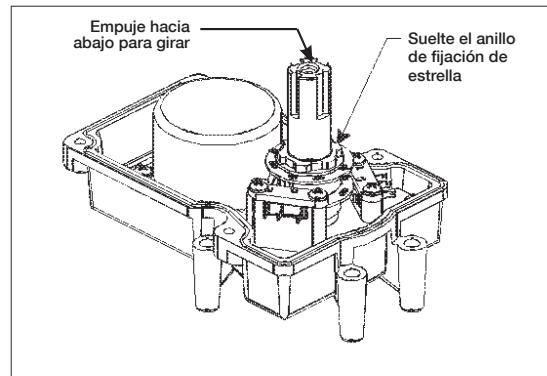
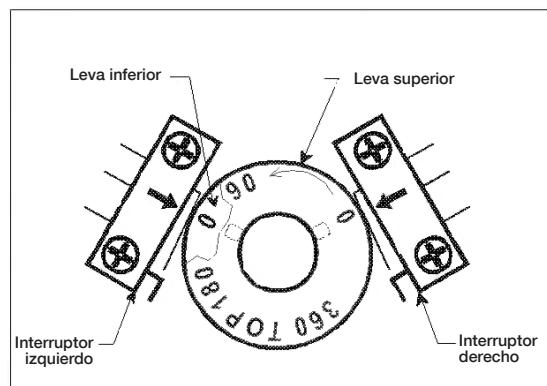

Figura 4. Ajuste de la leva
Figura 5. Levas
- Retire los cuatro tornillos y la tapa del accionador para ubicar el compartimiento de la leva y el motor. Consulte la Figura 4 para observar la leva.
- Empuje y gire el eje del accionador (consulte la Figura 4), de modo que la marca de grado 0 se alinee con la flecha en la carcasa del interruptor y la leva inferior se alinee con la flecha, como se muestra en la Figura 5.
- Consulte la Tabla de ajuste de leva a continuación para conocer los ajustes de leva adecuados y luego, suelte la contratuerca 1/4 de vuelta hacia la izquierda y alinee la marca especificada en las levas con la flecha en las carcasa de los interruptores para restablecer las levas. Consulte la Figura 5.